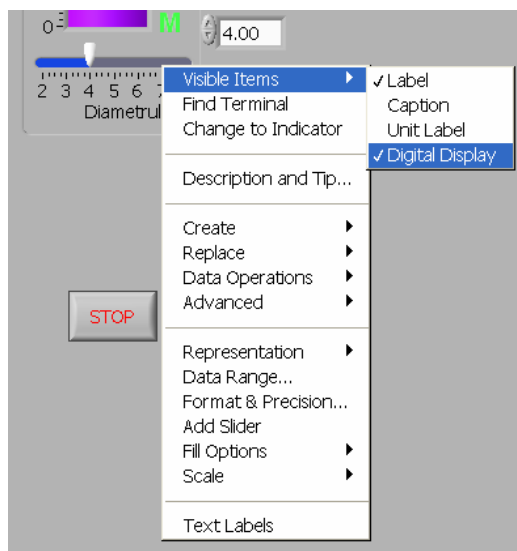

Fig.2.24. Afișarea controlului digital atașat slide-ului
**Digital Display**, așa cum se poate observa din fig.2.24. În cadrul acestui control se selectează valoarea 4.00. Trebuie menționat că săgețile de variație ale controlului digital determină schimbarea valorii întregi a numărului. De aceea, o modalitate mai facilă și mai rapidă este aceea bazată pe folosirea butonului **Operate Value** din paleta **Tools**. În acest moment, se schimbă și valoarea de pe slide. După ce s-a realizat această operație, se poate ascunde acest control, întrucât este redundant. Operația este similară cu cea pentru afișare.